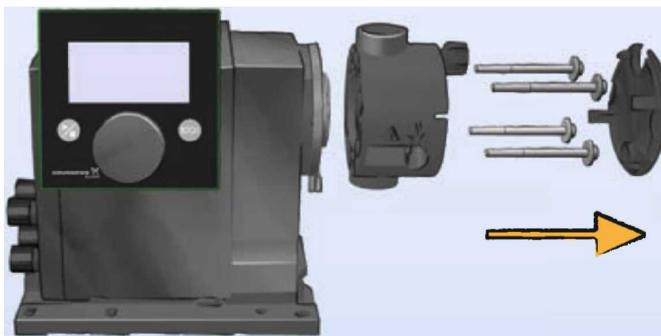

Abb. 26: Dosierkopf demontieren
- ➔ Den Deckel abnehmen, die Schrauben am Dosierkopf lösen und mit Scheiben abnehmen, anschließend den Dosierkopf abnehmen (siehe Abb. 26).